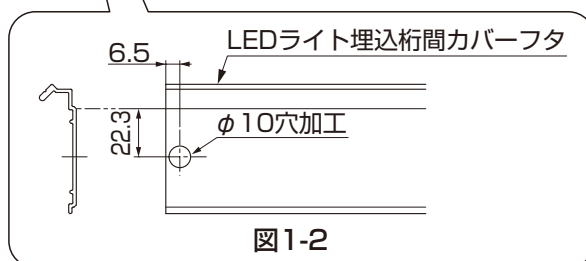

図1-2
- ② LEDライト埋込桁間カバーフタにφ10の穴加工をしてください。(図1-2参照)